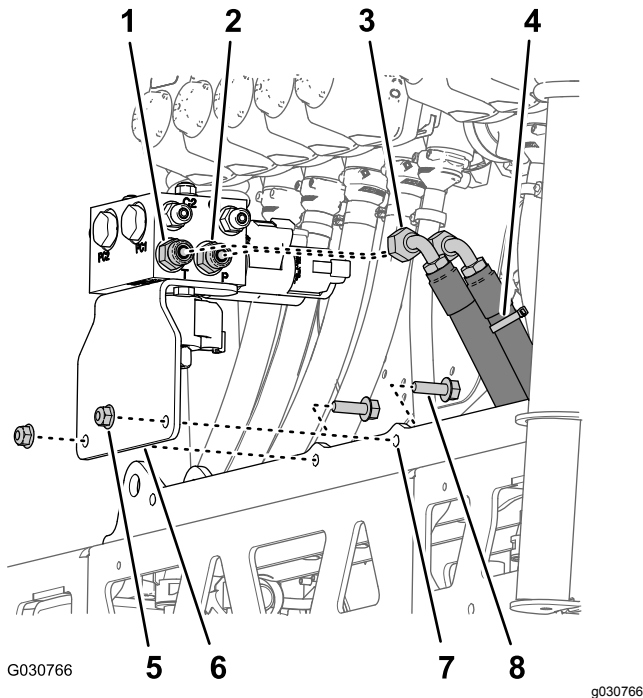

Figura 127
1. Alinhe os orifícios no suporte para o coletor de elevação da rampa que retirou no passo 3 de Remoção do coletor do cilindro de elevação e apoio do suporte \(página 39\) com a montagem do cilindro na nova secção da rampa central (Figura 127).
2. Monte o suporte na montagem do cilindro (Figura 127) com os 2 parafusos de cabeça flangeada (5/16 x 1 pol.) e as 2 porcas de
4. Monte o tubo de pressão hidráulica (marcado com uma braçadeira de cabos) na porta P do coletor de elevação da rampa (Figura 127).
5. Monte o tubo de retorno hidráulico na porta T do coletor de elevação da rampa (Figura 127).